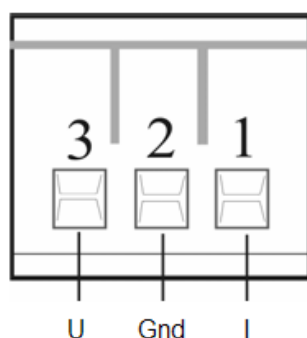

Рисунок 3
7.6.1 Прибор имеет 2 аналоговых выхода: токовый 0 (4) – 20 мА и потенциальный 0 – (5)10 В. Одновременно может использоваться только один из аналоговых выходов. Подключение осуществляется согласно схеме на рис. 3.